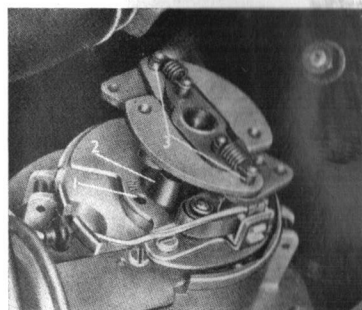

Fig. 41 - Lubrificazione spinterogeno.
3. Lubrificazione spinterogeno. Togliere la calotta, svitare le 2 viti che fissano la spazzola rotante ed estrarre la spazzola stessa (fig. 41).